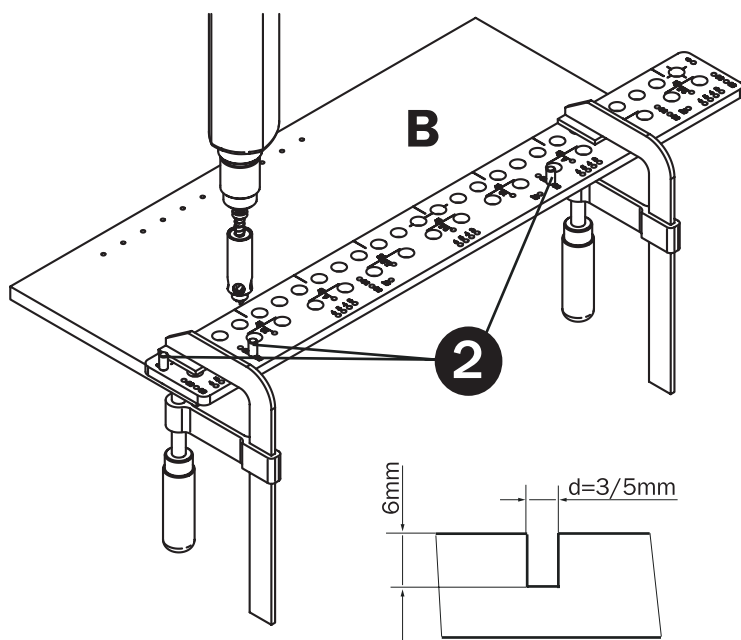

Fig. 11
Introduzca dos mandriles (pos. 2) en los agujeros 30 y un tope en el agujero 0 en el margen de la plantilla. Coloque **CMT900** sobre la pieza de trabajo de modo que los dos mandriles en los agujeros 30 adhieran al borde posterior de la pieza de trabajo y que el tope en el agujero 0 adhiera al borde superior de la pieza de trabajo (**Fig. 11**). Utilizando los agujeros 30, coloque los soportes para estantes a una distancia de 30mm del borde posterior. Utilice el adaptador portabroca **CMT400-1** con la broca para los agujeros no pasantes de 3 ó 5mm de diámetro.